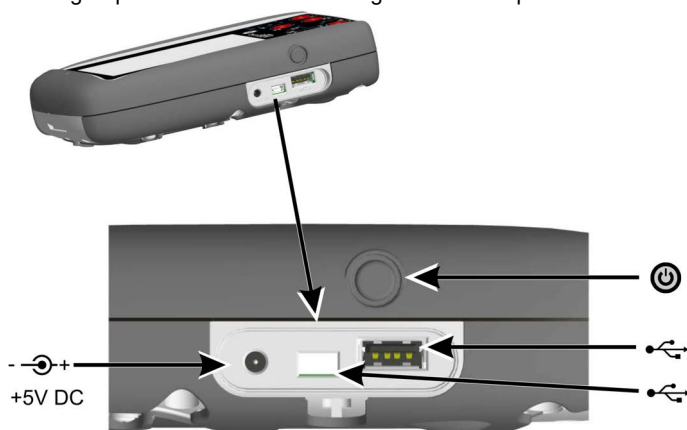

Figura 1-4: Botão de energia e entradas do DPI 620 Genii
1. Conecte a fonte de alimentação CC à conexão + 5V CC na lateral da unidade, consulte a Figura 1-4.
Se a unidade estiver desligada, pressione momentaneamente o botão de energia (Figura 1-4) até que o visor pisque e a tela inicial apareça.